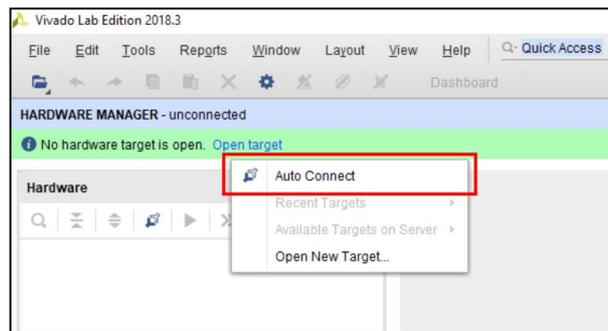

Рис. 2-6 Подключение к ПЛИС Kintex
8. Подключиться к ПЛИС Kintex, нажав левую кнопку мыши на «Open target» и выбрав «Auto Connect» (Рис. 2-6).